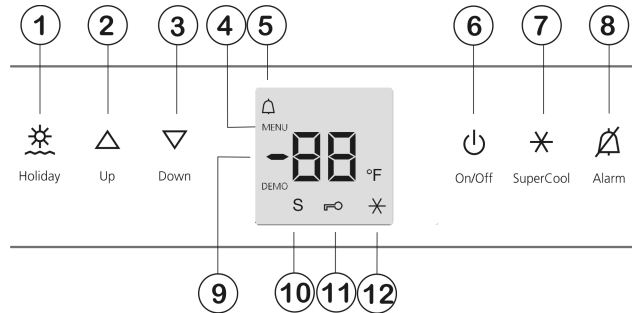

Fig. 3
- Appuyer sur la touche On/Off Fig. 3 (6).